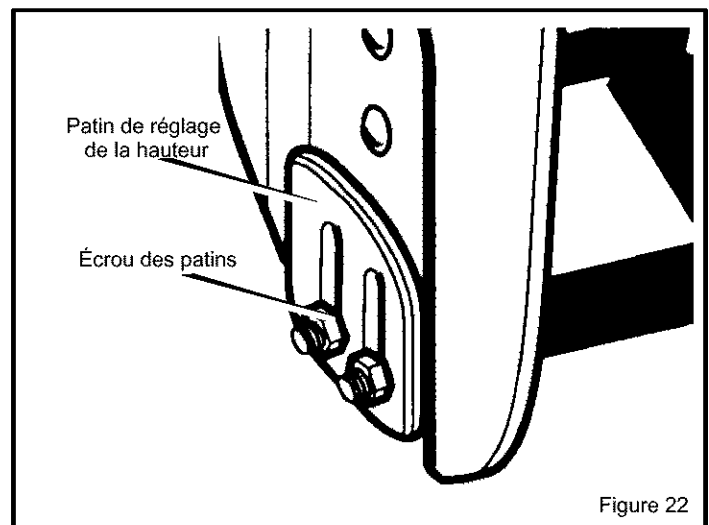

Figure 22
2. Desserrer les écrous du patin (Figure 22) et descendre le patin jusqu'à ce qu'il touche le sol. Resserrer les écrous.